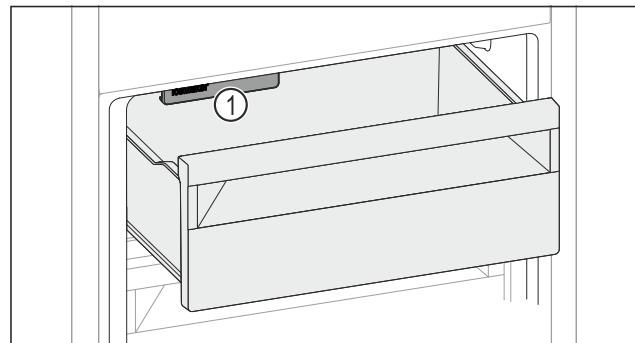

Fig. 111
- Учитывайте IceMaker Fig. 111 (1).